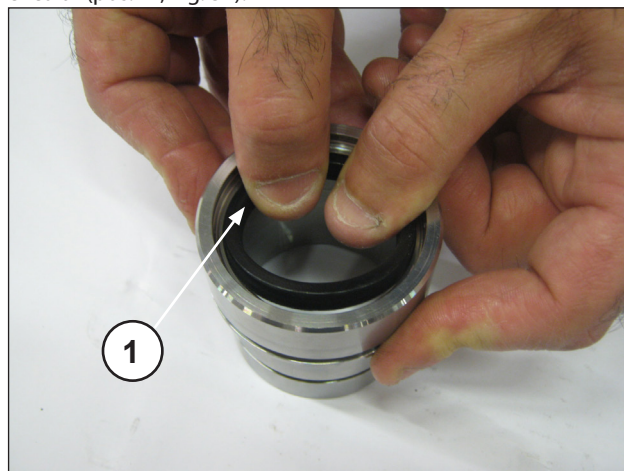
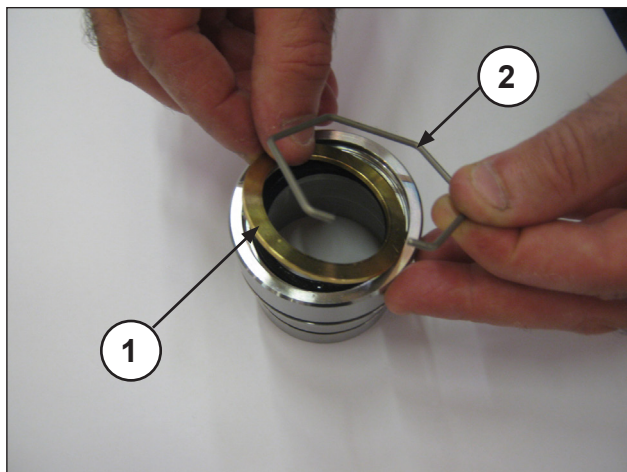
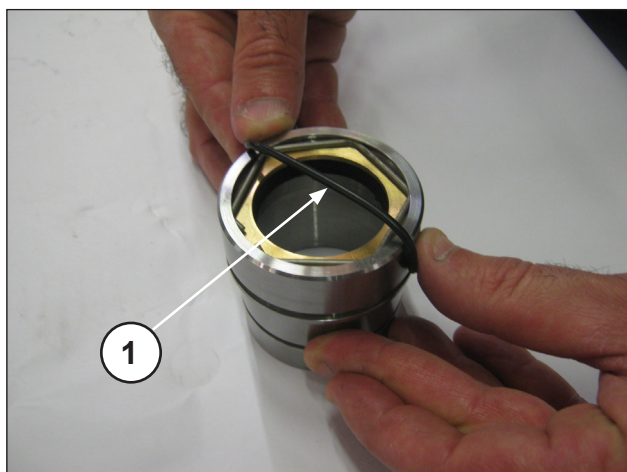

Fig. 29
Fig. 30
Fig. 31
Insira o vedante de baixa pressão no suporte da embalagem (pos. ①, Fig. 29) prestando atenção para o sentido da montagem, que prevê a borda de estanqueidade para a frente (na direção do cabeçote). Insira depois o anel de estanqueidade, o anel de bloqueio (pos. ①②, Fig. 30) e o anel circular (pos. ①, Fig. 31).